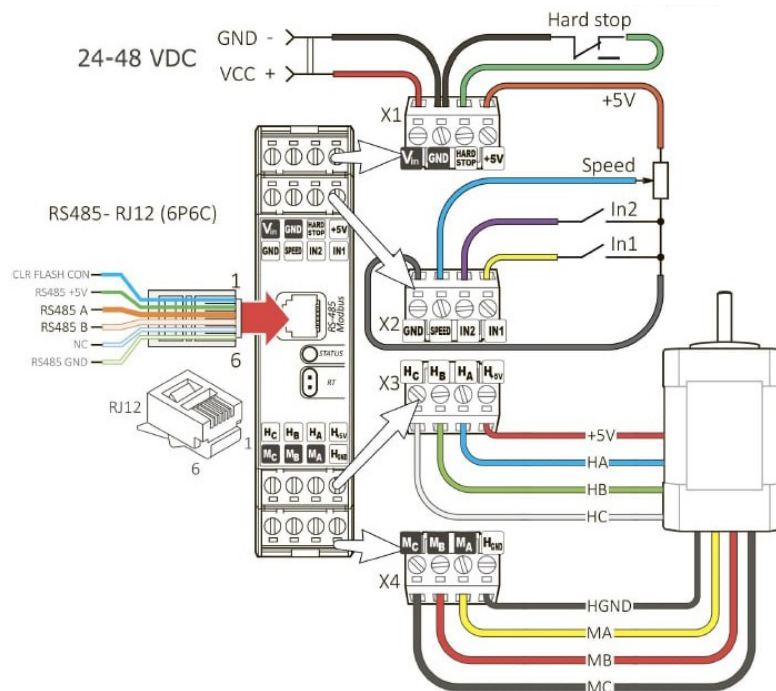

Abb. 3. Anschluss von Stromversorgung und externen Bedienelementen
- Schließen Sie externe Steuerelemente gemäß den Anschlussplänen in Abb. 3 an: